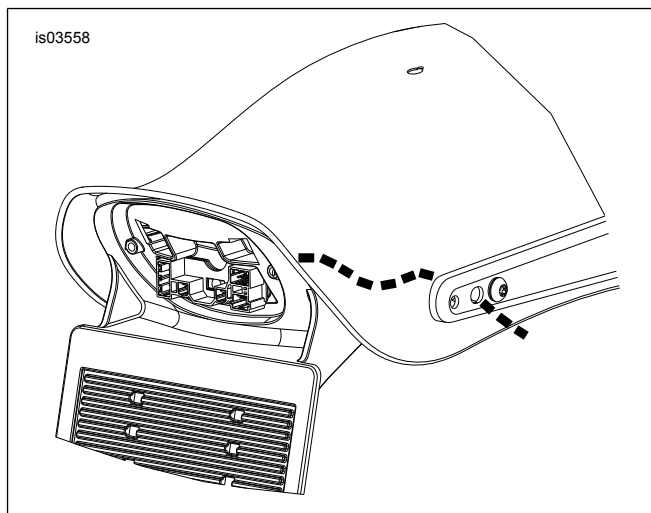
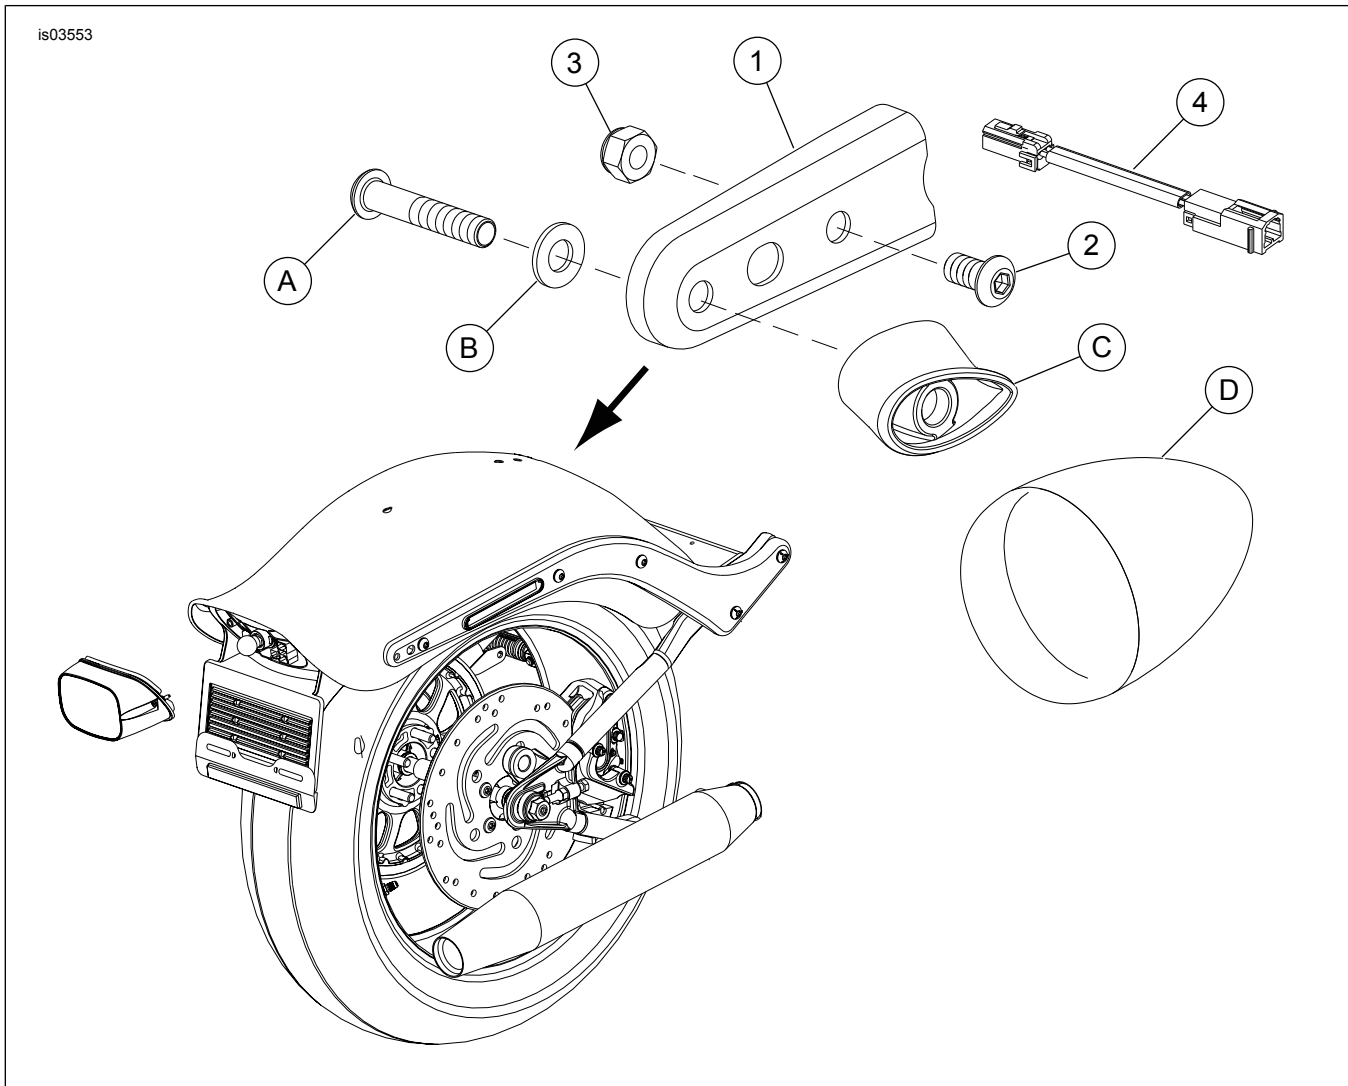

Abbildung 6. Blinkerverkabelung durch Hinterradschutzblech und Schutzblechstütze verlegen
Abbildung 8. Ersatzteile: Softail Blinkerumbausatz
Siehe Abbildung 8 und Tabelle 1.
- Siehe Abbildung 8. Die Originalschraube (A) und Unterlegscheibe (B) von der Blinkerhalterung (C) ausbauen.
- Den Blinker (D) und die Blinkerhalterung von der Schutzblechstütze wegziehen.
- Siehe Abbildung 6. Den Blinker und die Kabel vom Fahrzeug ausbauen, indem die Blinkerverkabelung und der Steckverbinder durch die Öffnungen im Hinterradschutzblech und in der Schutzblechstütze gezogen werden. Die Kabel behutsam durch die Öffnungen ziehen, damit sie nicht beschädigt werden.
2. Siehe Abbildung 8. Die Originalschraube (A) und Unterlegscheibe (B) durch die hintere Öffnung der Umbauhalterung (1) und die Blinkerhalterung (C) einsetzen.
3. Die Schraube (A) in den Blinker (D) eindrehen. Auf ein Drehmoment von 16,3–21,7 N·m (12–16 ft·lb) anziehen.
4. Die Umbauhalterung (1) an der Rückseite der Schutzblechstütze ausrichten und mit der Schraube (2) und Mutter (3) aus dem Satz einbauen. Die Schraube auf ein Drehmoment von 16,3–21,7 N·m (12–16 ft·lb) anziehen.
6. Siehe Abbildung 8. Das Pingegehäuse der Kabelbaumverlängerung (4) an den Blinkersteckverbinder anschließen. Danach das Buchsengehäuse der Kabelbaumverlängerung an den entsprechenden Steckverbinder auf der Schaltplatine anschließen.